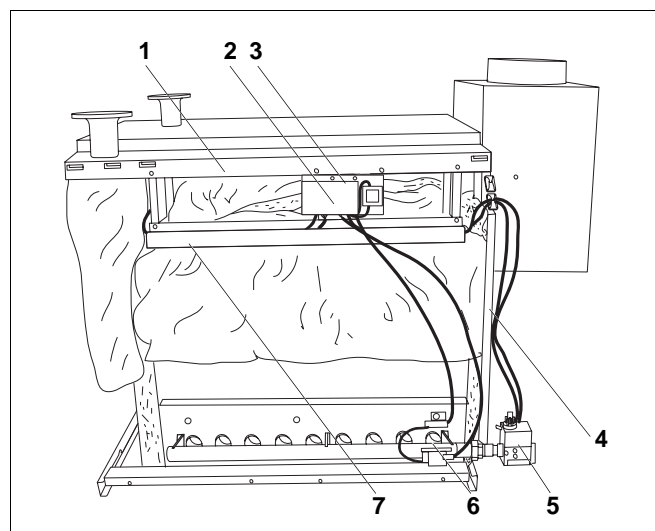

Fig. 68 Appareil de contrôle du brûleur G119 W
- Visser le support en tôle de l'appareil de contrôle du brûleur (fig. 68, **pos. 3**) avec deux vis aux capots latéraux de la chaudière (fig. 68, **pos. 1**).
- Effectuer les liaisons entre l'appareil de contrôle du brûleur (fig. 68, **pos. 2**) et la ligne gaz (fig. 68, **pos.5**) ou l'électrode d'allumage (fig. 68, **pos. 6**) et l'électrode de contrôle selon le schéma.
- Effectuer les liaisons entre l'appareil de contrôle du brûleur (fig. 68, **pos. 2**), la régulation et la régulation supplémentaire selon le schéma électrique.
- Faire passer les câbles allant de l'appareil de contrôle du brûleur (fig. 68, **pos. 2**) à la régulation par le chemin de câbles (fig. 68, **pos. 7**) et l'ouverture dans le capot avant de la chaudière.
- Les câbles entre la ligne gaz (fig. 68, **pos. 5**) et l'appareil de contrôle du brûleur (fig. 68, **pos. 2**) sont fixés par des colliers (fig. 68, **pos. 4**) sur la face arrière et passent par les chemins de câble (fig. 68, **pos. 7**).